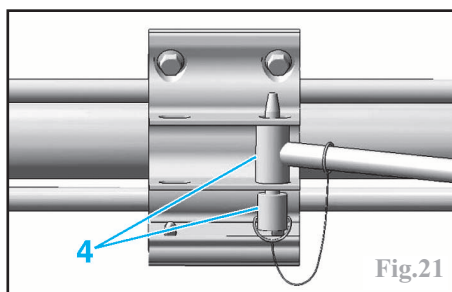

Fig.21
-fixer le faux tirant à la potence (6).
-aligner la chape sur la traverse pour que la pige du faux tirant (4) s'engage sur la chape (Fig.21).